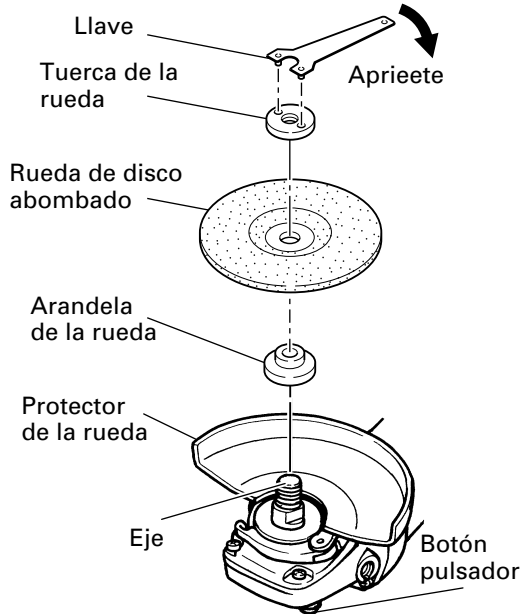

Fig. 6
- (1) Dé la vuelta a la amoladora de forma que el eje quede encarado hacia arriba.
- (2) Alinee la muesca ovalada de la arandela de la rueda con la musca del eje, y después fíjelas.
- (3) Fije la parte saliente de la rueda de disco abombado en la arandela de la rueda.
- (4) Atornille la rueda en el eje.
- (5) Presionando el botón pulsador con una mano, bloquee el eje girando lentamente la rueda de disco abombado con la otra mano. Apriete la tuerca de la rueda utilizando la llave suministrada como se muestra en la Fig. 6.